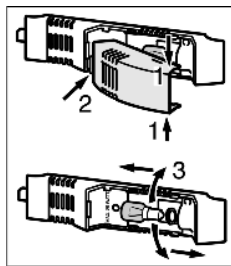

Fig. 23
- ▶ Agarrar a cobertura da lâmpada na parte superior e inferior Fig. 23 (1).
- ▶ Desencaixar a cobertura da lâmpada atrás e retirar a mesma Fig. 23 (2).
- ▶ Substituir a lâmpada Fig. 23 (3).